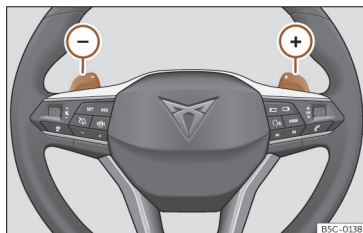

Fig. 93 Volant : leviers pour boîte automatique.
- Appuyez sur la palette (+) pour passer à une vitesse supérieure >>> **fig. 93**.